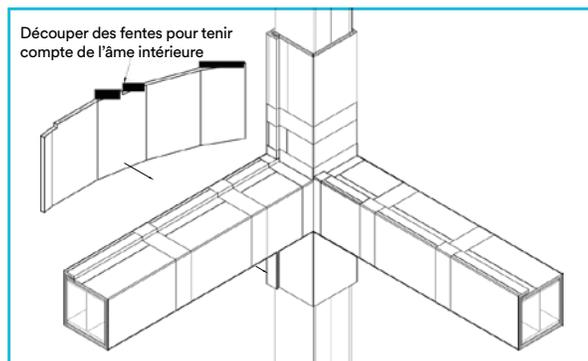

Figure 4
- 4** Appliquer du Ruban en aluminium 437 3M^{MC} de 100 mm (4 po) sur le chevauchement de l'enveloppe endothermique et les joints périmétriques. Appliquer le ruban pour qu'il soit centré approximativement sur le joint. Du ruban doit également être appliqué sur le joint de l'angle intérieur. Exercer une pression sur le ruban pour éliminer les vides et le fixer à l'enveloppe endothermique. Lisser le ruban à l'aide d'un rouleau dur ou d'un bord droit en exerçant une pression suffisante pour assurer une adhérence adéquate du ruban sur l'enveloppe endothermique et pour éliminer tous les vides (Figure 4).